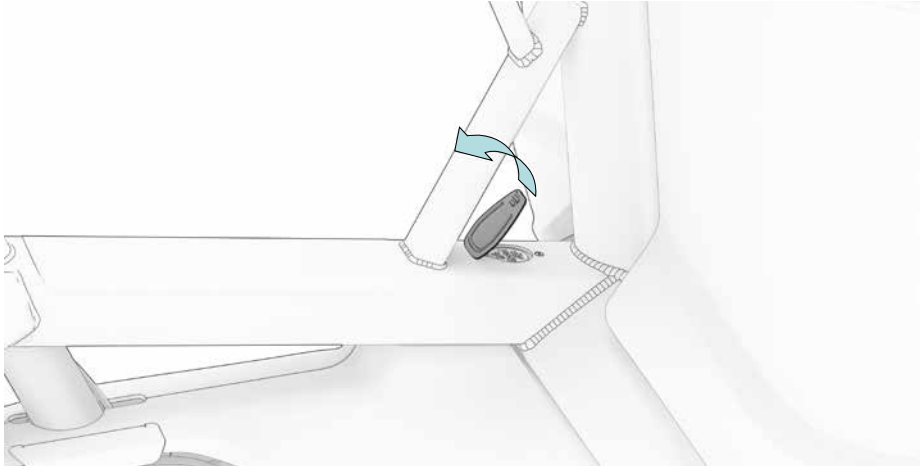

Fig. 17
2. Ouvrez le capuchon anti-poussière de la prise de charge (fig. 17) et branchez le câble du chargeur à la prise.